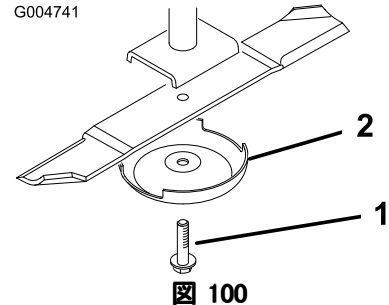

図 100
2. ぼろきれや厚いパッドの入った手袋を使ってブレードの端部をしっかりと握る。スピンドルのシャフトからブレードボルト、芝削り防止カップ、ブレードを取り外す (図 100)。